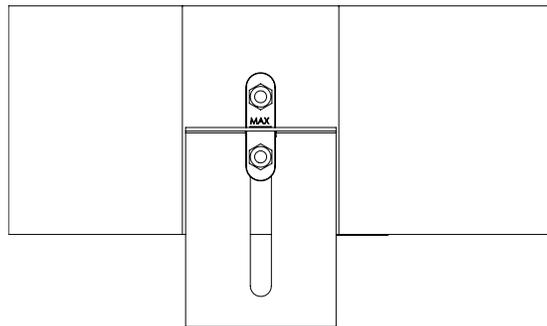

Abbildung 9
**Überschreite** NIEMALS die auf den L-Klammern gekennzeichnete maximale Position (Abb. 9).